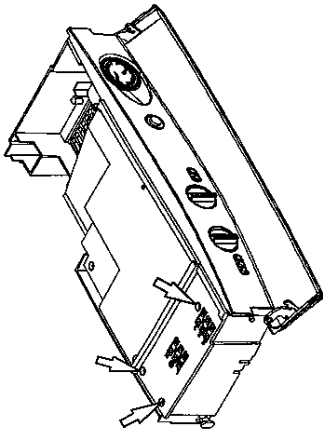

fig. 8.2
- 7 Svitare le viti e rimuovere il coperchio copri morsettera fig. 8.2